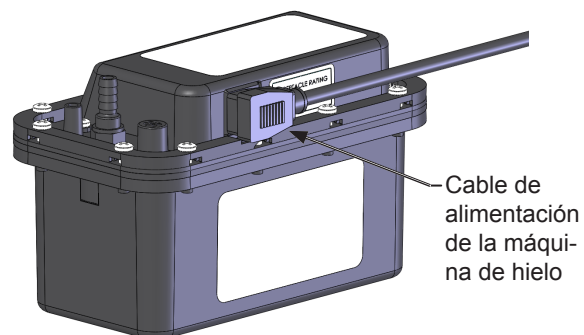

Figura 44
5. Desconecte el cable de alimentación de la máquina de hielo de la bomba de drenaje (vea la Figura 44).